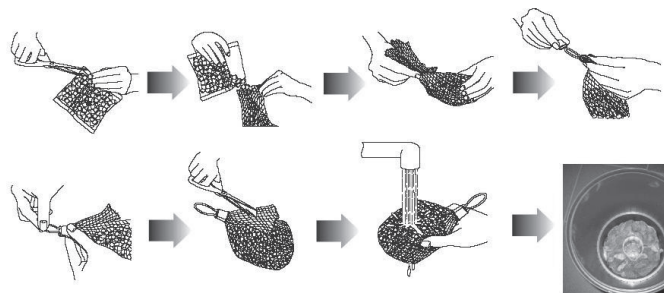

Fig. 2
- La masse filtrante biologique doit être placée dans la cuve du filtre tel qu'il est indiqué sur l'illustration (excepté pour le filtre Pressure-Flo 3000 UV-C) (Fig. 2).